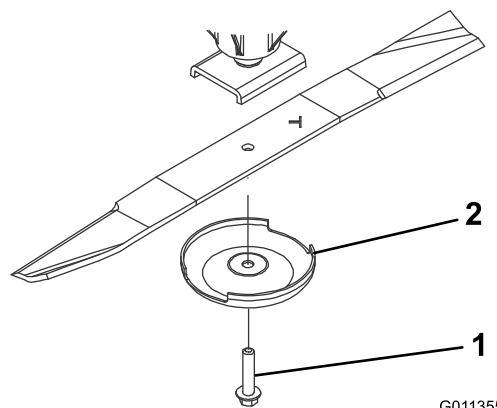

Bild 71
2. Halten Sie das Ende des Messers mit einem stark wattierten Handschuh oder wickeln Sie einen Lappen um es herum. Entfernen Sie die Messerschraube, die Antiskalpierkuppe und das Messer von der Spindelwelle (**Bild 71**).
3. Setzen Sie das Messer (der Flügel sollte zum Mähwerk zeigen) mit der Antiskalpierkuppe und der Messerschraube ein (**Bild 71**). Ziehen Sie die Messerschraube is auf 115-149 N·m an.